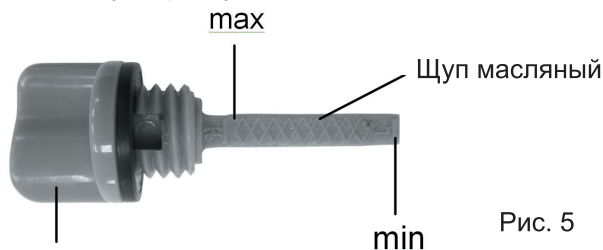

Рис. 5
3. Извлеките щуп и проверьте уровень масла. Он должен находиться между верхней и нижней отметкой контрольного щупа ближе к верхней отметке (max) (рис.5). В случае необходимости долейте свежее моторное масло